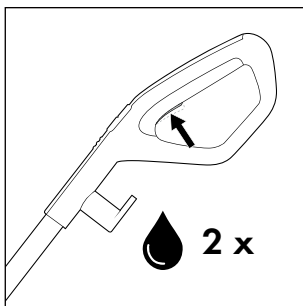
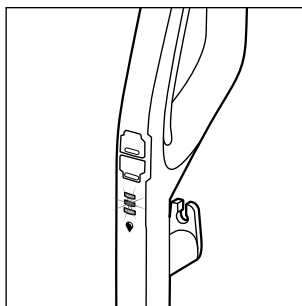

Fig. 14
Fig. 15
- Tryk kort to gange på kontakten til rengøringsopløsning **15** før brug for at aktivere den permanente sprayfunktion og gøre børsterullen **6** med rengøringsopløsning klar til brug (se fig. 14). Indikatoren for rengøringsopløsningen  **12** blinker blåt, når den permanente sprayfunktion er aktiveret, eller når der trykkes på kontakten til rengøringsopløsning **15** (se fig. 15).